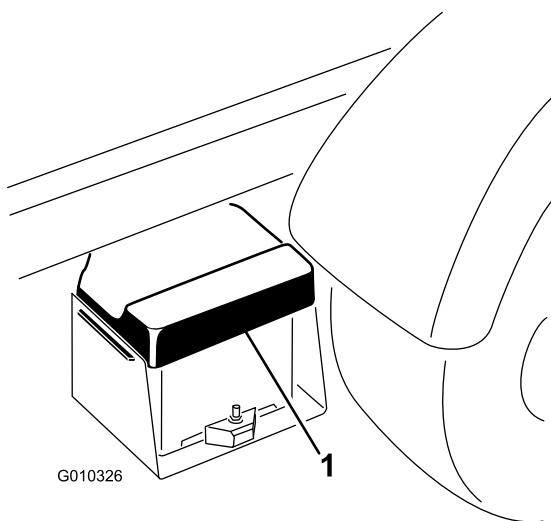

図 49
1. バッテリーカバーをたわめて、タブをバッテリーベースから外し、カバーをバッテリーから取り外す図 49。